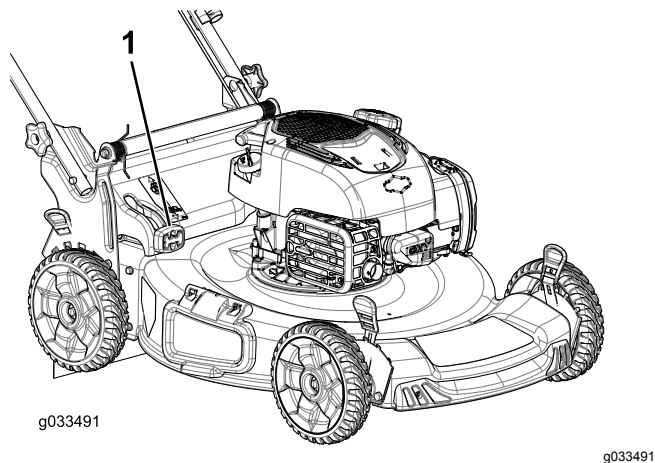

Figura 22
- **Per insaccare erba e sfalcio**, premete il pulsante sulla leva Bag-on-demand e spostatela in avanti fino a quando il pulsante sulla leva non si solleva di scatto (Figura 22).